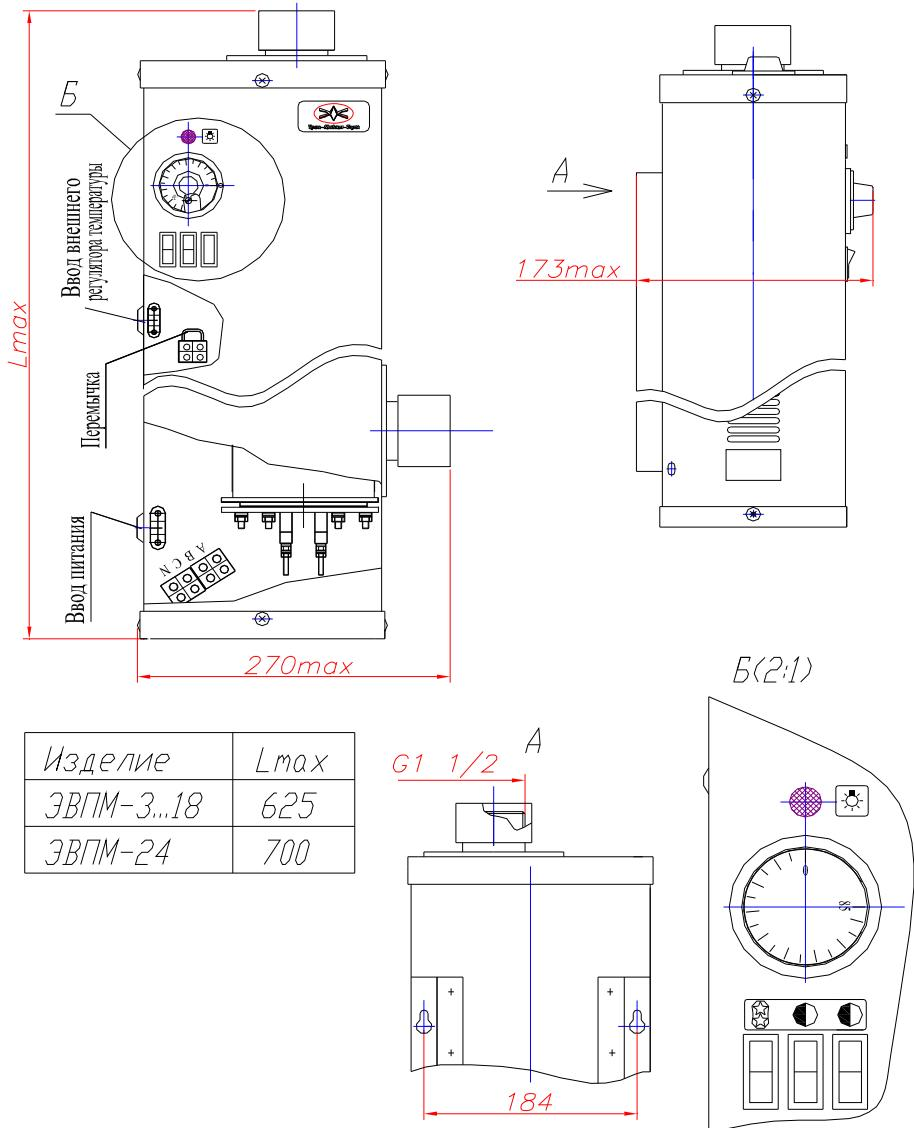

Рис. 1 Водонагреватель ЭВПМ
5.1. Водонагреватель рис. 1 представляет собой корпус из трубы, внутри которого расположены трубчатые электронагревательные элементы (ТЭН), объединенные в блок нагревателей. Корпус водонагревателя имеет два патрубка: нижний – для подвода холодной воды, верхний - для отвода нагретой воды. Корпус водонагревателя закрыт стальным кожухом.